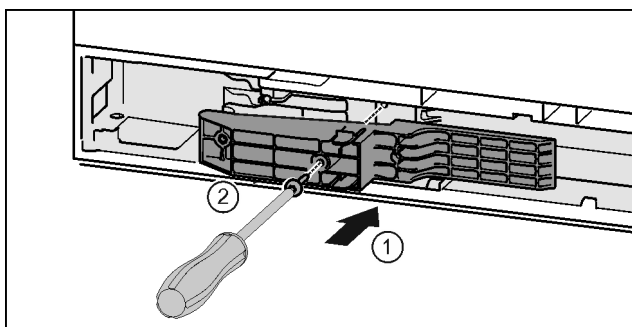

Fig. 36 *
- ▶ Włożyć element adaptera w zagłębienie po stronie uchwytu. Fig. 36 (1)*
- ▶ Śruby przykręcić przy pomocy śrubokręta T15. Fig. 36 (2)*